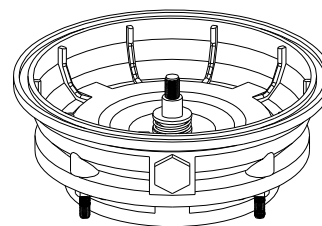

Figure 11
3. Dévisser les quatre écrous qui retiennent la moitié arrière de la pompe au moteur. Déposer la moitié rotative du joint en plaçant deux tournevis sous la moitié arrière du corps de pompe et soulever avec précaution (voir figure 11). La moitié arrière du corps de la pompe se glissera de l'arbre, portant le joint avec elle.